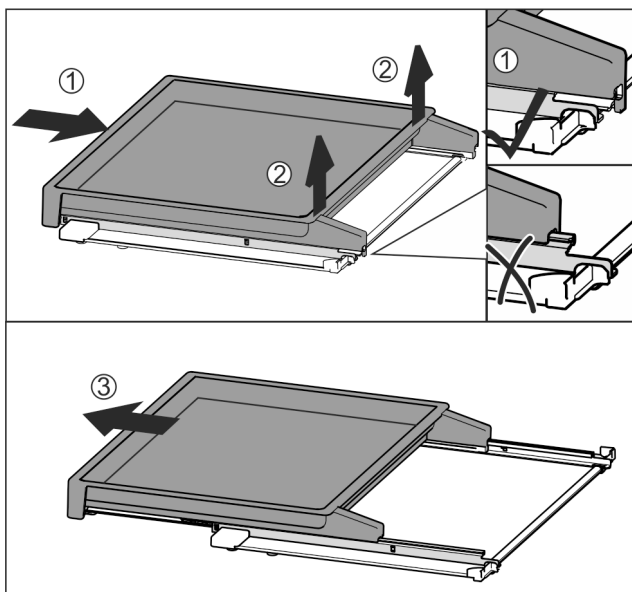

Fig. 114
- Introduzca por completo el estante extraíble Fig. 114 (1).
- Suelte el enganche en el lado trasero Fig. 114 (2).
- Retire el estante extraíble hacia adelante Fig. 114 (3).